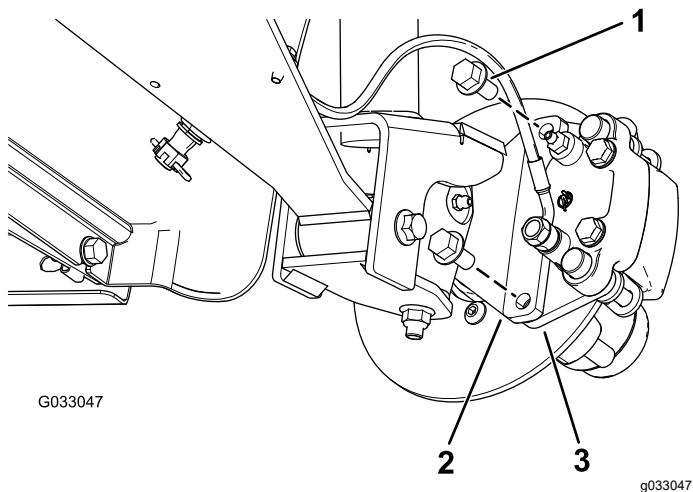
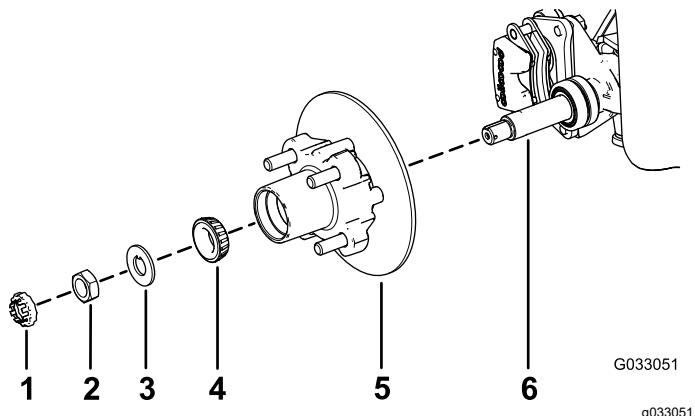

Figure 22
Figure 26
3. Retirez les boulons à embase ( $\frac{3}{8} \times \frac{3}{4}$  po) qui fixent le support du frein à la fusée et séparez le frein de la fusée (Figure 22).
1. Appliquez une fine couche de la graisse spécifiée sur la fusée (Figure 26).
2. Montez le moyeu et le disque sur la fusée, en plaçant le disque à l'intérieur (Figure 26).
3. Montez le roulement extérieur sur la fusée et poussez-le contre la bague extérieure (Figure 26).
4. Placez la rondelle à languette sur la fusée (Figure 26).
5. Vissez l'écrou de fusée sur la fusée et serrez-le à 15 N·m (11 pi-lb) tout en tournant le moyeu pour asseoir le roulement (Figure 26).
- 2. Placez les plaquettes de frein de chaque côté du disque (Figure 22), puis alignez les trous du support d'étrier et les trous du support de frein sur le porte-fusée (Figure 26).
- 3. Fixez le support d'étrier au porte-fusée (Figure 22) à l'aide des 2 boulons à embase ( $\frac{3}{8} \times \frac{3}{4}$  po). Serrez les 2 boulons à embase à un couple de 47 à 54 N·m (35 à 40 pi-lb).